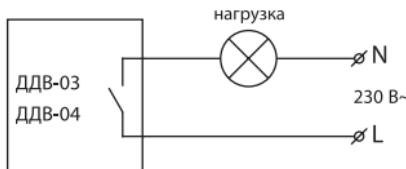

Рисунок 8. Схема подключения датчика движения ДДВ-03, ДДВ-04
- 5.7. Датчики ДДВ-03 и ДДВ-04 подключаются последовательно с нагрузкой в разрыв фазного провода (рисунок 8). Для